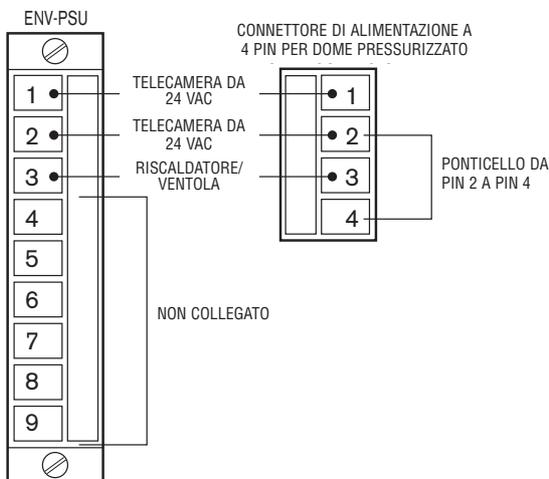

Figura 4: Connessioni di alimentazione
Prima di pressurizzare la custodia, assicurarsi che le due (2) ventole del cappuccio non siano ostruite da ghiaccio o detriti (vedere Figura 4).
1. Collegare il connettore di accoppiamento a 4 pin (in dotazione) ai cavi di alimentazione in entrata. Vedere *Figura 4* per i collegamenti dei cavi.